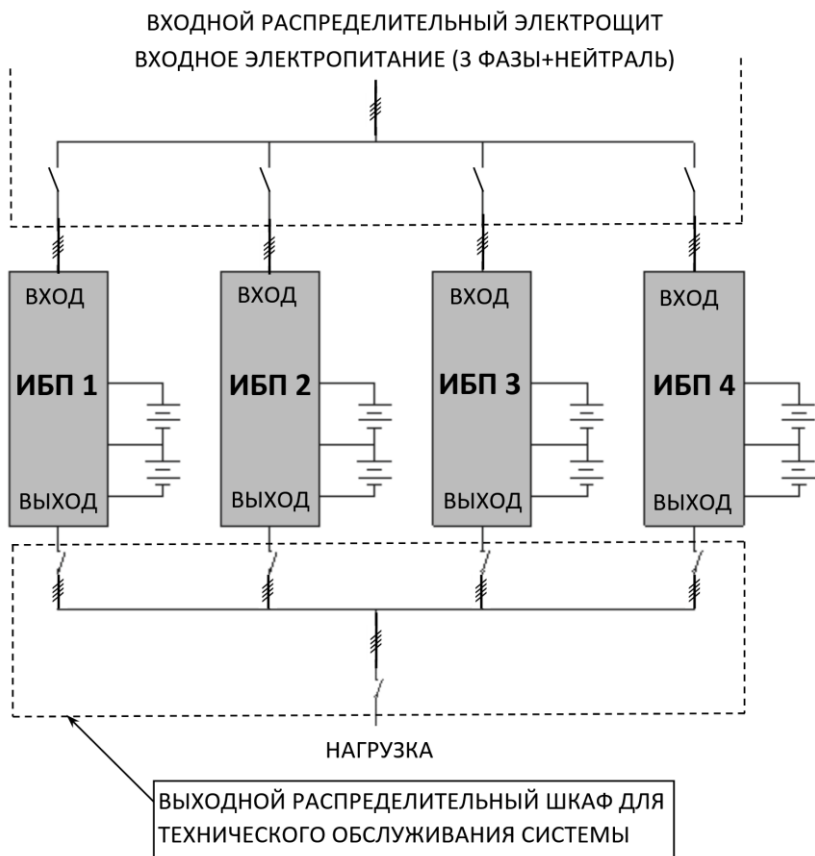
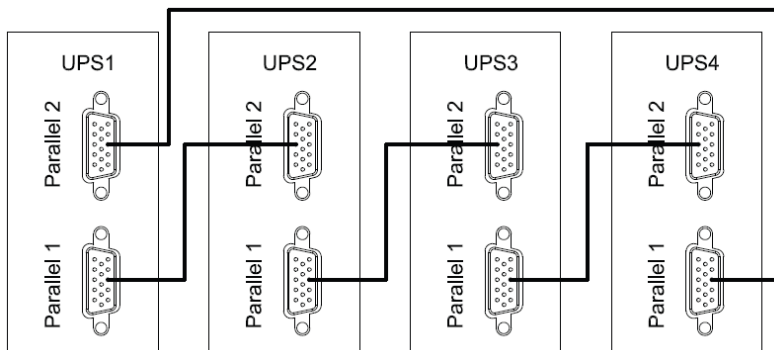

Рисунок 24 — Пример схемы подключения четырех изделий в систему параллельного резервирования с выходным распределительным шкафом.
Рисунок 25 — Схема соединения изделий в «кольцо» через параллельные порты.
Изделие имеет встроенный параллельный контроллер и может работать в системе бесперебойного питания с параллельным резервированием (см. рисунок 24 и рисунок 25). Целью такой системы является либо повышение надежности (резервирование), либо увеличение общей выходной мощности (масштабирование). При исправности всех соединенных параллельно изделий (от двух до четырех) нагрузка равномерно распределяется между ними, а в случае выхода из строя одного из изделий — перераспределяется между исправными изделиями, неисправное изделие отключается от системы.
ВНИМАНИЕ! Установите дополнительные внешние выходные выключатели (см. рисунок 24) между выходными клеммами каждого изделия и общими шинами, тщательно соблюдая фазировку.
- отключите входное сетевое питания каждого изделия. Убедитесь в том, что все внешние выключатели разомкнуты (см. рисунок 24);